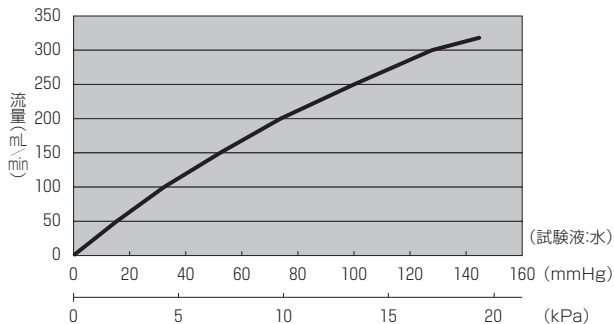

図3 圧損と流量の関係
※流量は圧損10.7kPa (80mmHg) の時の参考値で、実際の流量を保証するものではない。圧損と流量の関係は(図3)を参照のこと。
6. 本品の圧力と流量の関係は図3のとおりである。但し、このものは参考値であり、実際の流量を保証するものではない。